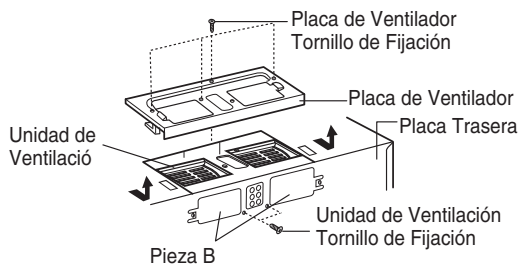

Ilustración 21
1. Quitar uno o dos tornillo(s) de montaje de unidad del ventilador y uno o varios tornillo(s) de placa de sujeción del ventilador. Retirar la placa del ventilador. Consultar Ilustración 21.